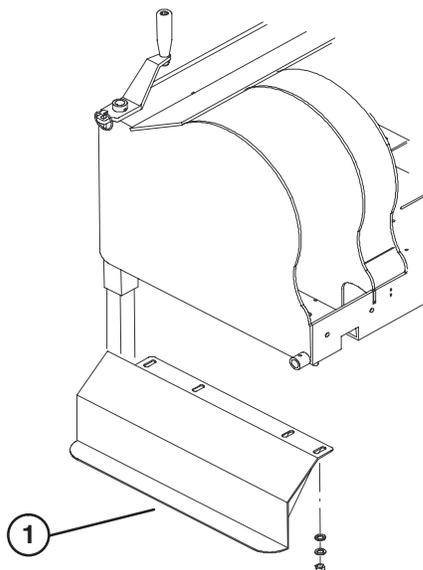

Figure 5
2. Placez la protection latérale appropriée (gauche ou droite) sur les goujons de fixation correspondants (Fig. 5).